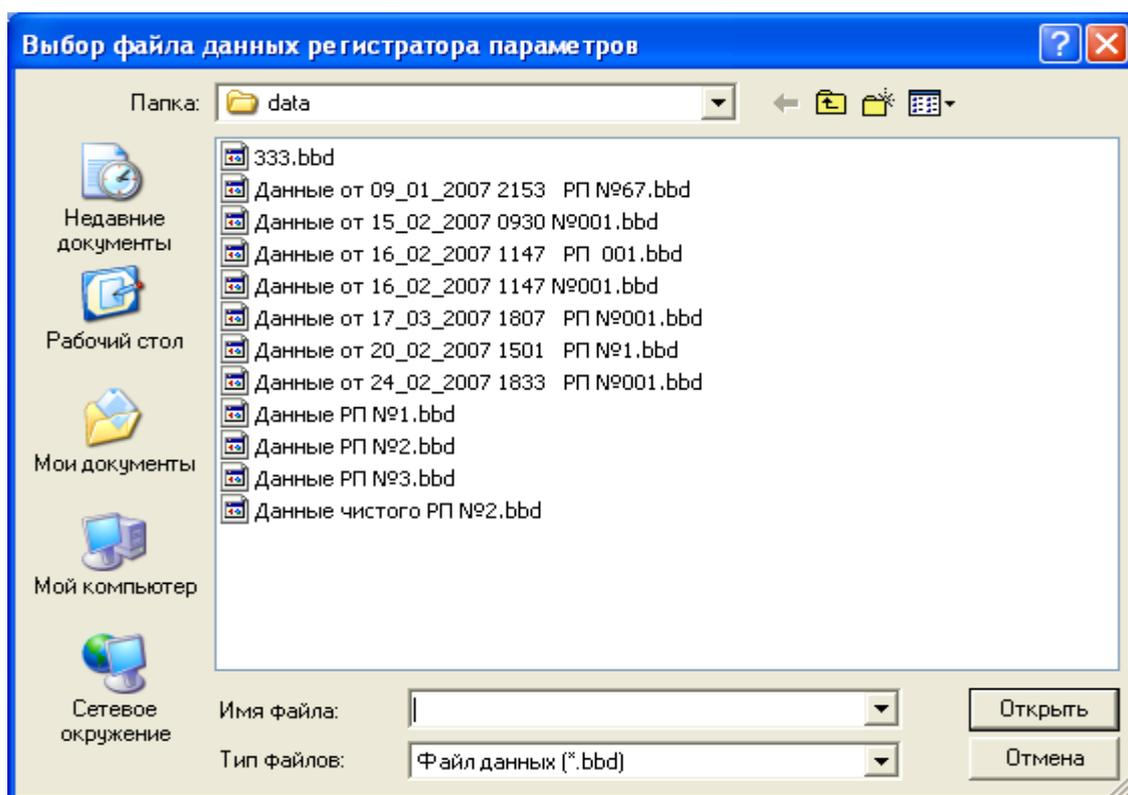

Рисунок 4
4.3.2 Нажмите кнопку «*Открыть*», расположенную в верхней части окна программы. На экране появиться стандартный диалог открытия файла (рисунок 4).